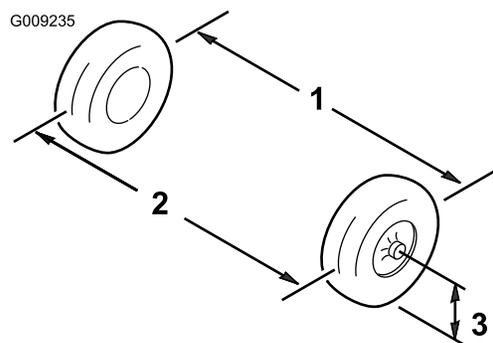

図 54
1. 前輪の前と後ろで、左右のタイヤの中央線間距離を測る計測はアクスルの高さで行う(図 54)。